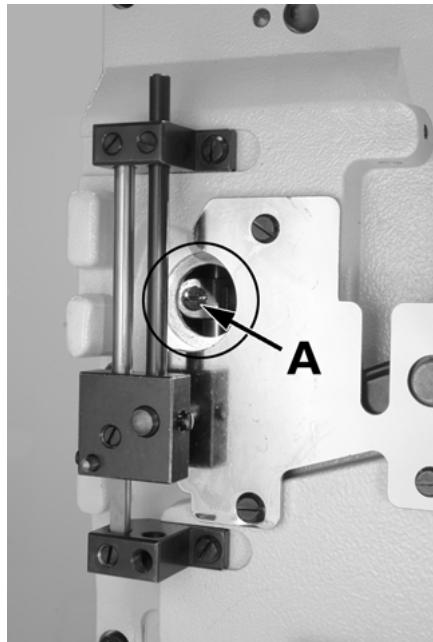

Bild 1
Richten Sie die Nadelstange so aus, dass beide Nadeln in der Mitte der Stichlöcher in der Stichplatte (Bild 2) einstechen. Zum Einstellen lösen Sie die Schraube (A) in Bild 1.